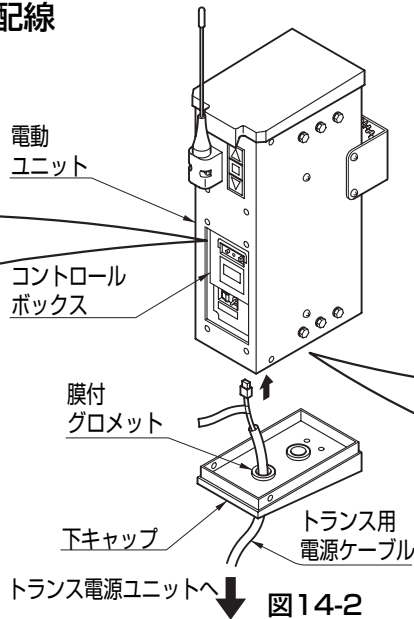

図14-2
- ②下キャップをはずし、膜付グロメットにカッター等で切れ目を入れてください。(図14-2参照)